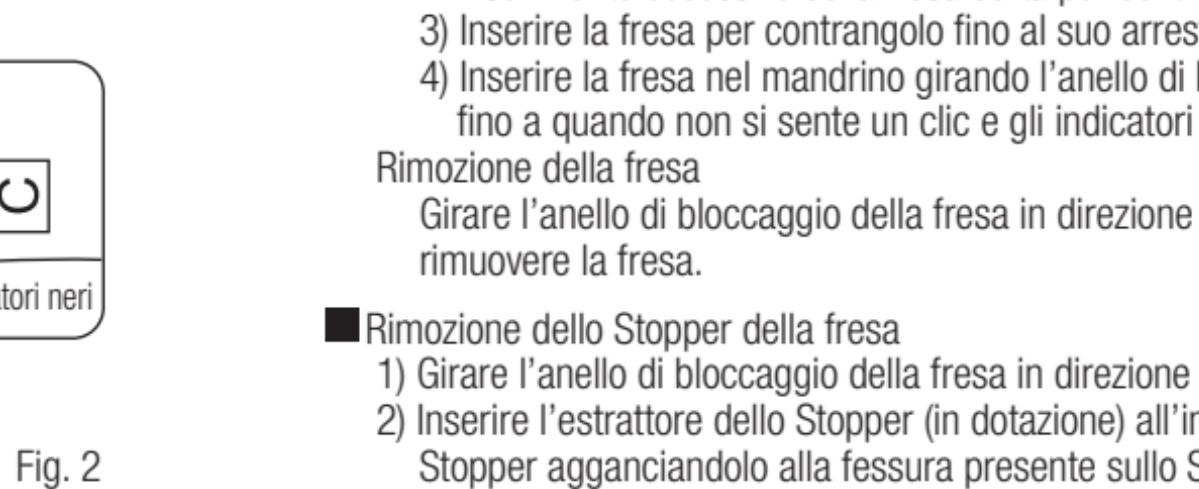

Fig. 2
- Gire el anillo bloqueador de la fresa en dirección a la marca [C] hasta que haga clic. Asegúrese de que los puntos negros estén alineados (Fig.2).
3) Girare l'anello di bloccaggio della fresa in direzione del segno [C] fino a che non si sente un clic. Assicurarsi che gli indicatori neri siano allineati (Fig. 2).